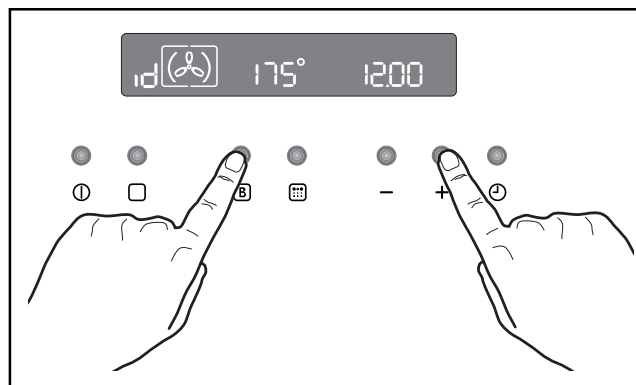

Fig. 17
1. Appuyez sur les touches **B** et "+" pendant 2 secondes environ (Fig. 17). Le système émettra un bref signal sonore.